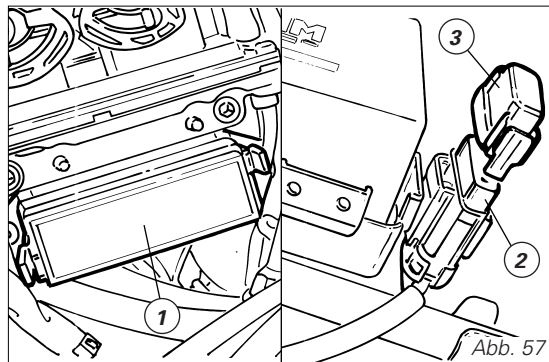

Abb. 57
Der Hauptsicherungskasten befindet auf der linken Seite der Batterie (Abb. 57). Die verwendeten Sicherungen sind nach dem Abnehmen des Schutzdeckels (1) zugänglich. Auf diesem Deckel sind die Einbauordnung und der jeweilige Sicherungswert in Ampere angegeben. Nur sechs Sicherungen sind an die Anlage geschlossen, zwei sind Ersatzsicherungen.
Die 40A-Sicherung (2), rechts neben der Batterie (Abb. 57), sorgt für den Schutz des elektronischen Reglers. Um daran gelangen zu können, muss man die entsprechende Schutzkappe (3) abnehmen.